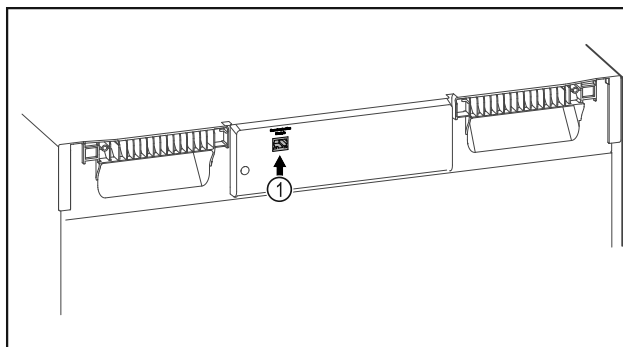

Fig. 114
- SmartModule Fig. 114 (1) se rabi.